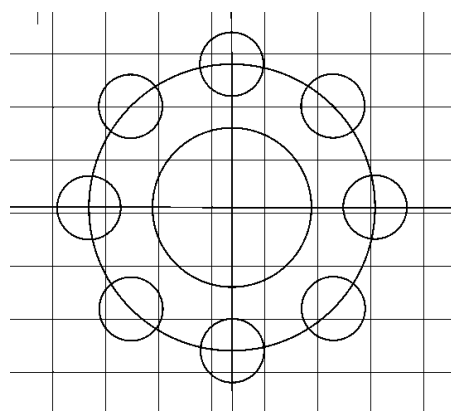

Рис. 35. Построение окружностей
3. Построение окружностей (рис. 35):